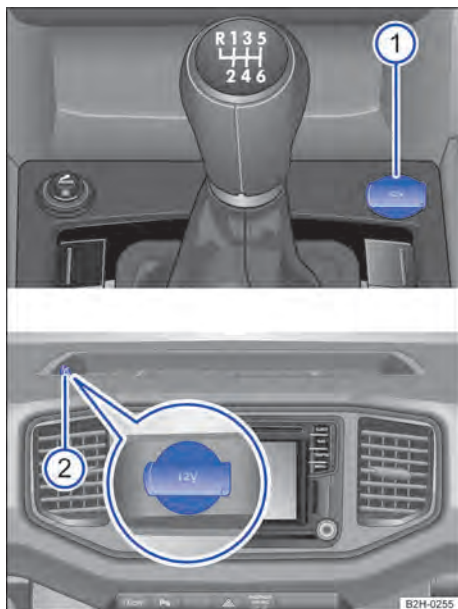

Fig. 127 Tomada 12 V na frente.
- No console central dianteiro → Fig. 127 .
- No porta-objetos no painel de instrumentos → Fig. 127 ②.